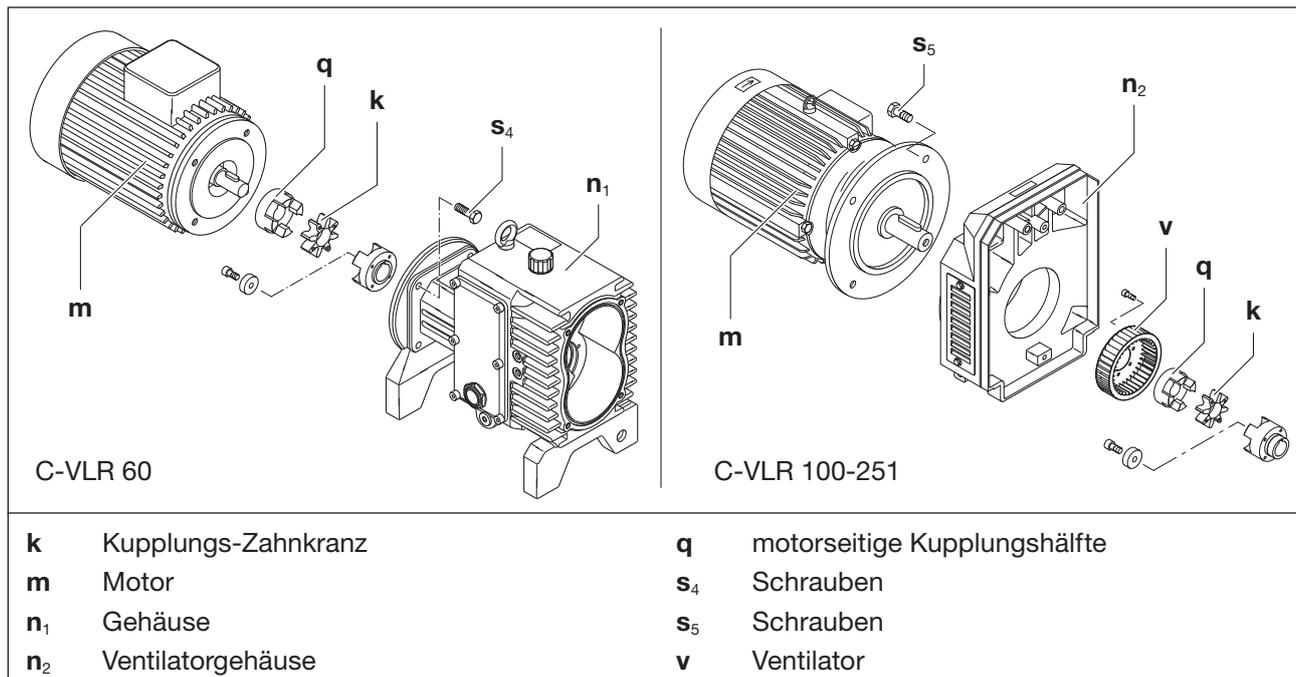

Abb. 10 Kupplungen C-VLR 60 und C-VLR 100 - 251
- Hebezeug an der Transportlasche des Motors (Abb. 10/m) befestigen.
- Schrauben (Abb. 10/s₄) am Flansch des Gehäuses (Abb. 10/n₁) lösen.
- Motor mit motorseitiger Kupplungshälfte (Abb. 10/q) axial abziehen und mittels Hebezeug aufhängen.
- Zahnkranz (Abb. 10/k) überprüfen. Ist der Zahnkranz beschädigt oder verschlissen, diesen austauschen.
- Motor mit motorseitiger Kupplungshälfte (Abb. 10/q) wieder axial aufschieben und mit den Schrauben (Abb. 10/s₄) am Flansch des Gehäuses (Abb. 10/n₁) befestigen.
- Schrauben (Abb. 10/s₅) am Motorflansch lösen.
- Motor mit motorseitiger Kupplungshälfte (Abb. 10/q) vom Ventilatorgehäuse (Abb. 10/n₂) axial abziehen und mittels Hebezeug aufhängen.
- Den Ventilator (Abb. 10/v) auf Beschädigungen überprüfen und gegebenenfalls austauschen.
- Motor mit motorseitiger Kupplungshälfte (Abb. 10/q) wieder axial auf das Ventilatorgehäuse (Abb. 10/n₂) aufschieben und mit den Schrauben (Abb. 10/s₅) am Motorflansch befestigen.